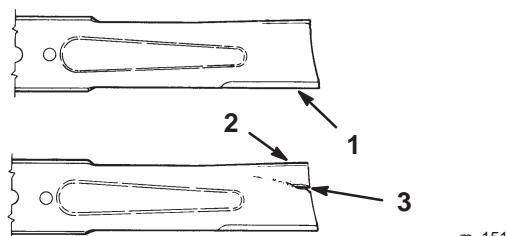

Figure 33
1. Inspectez les tranchants des lames (Fig. 33). Si elles ne sont pas tranchantes ou si elles présentent des indentations, déposez et aiguisez les lames (voir Aiguisage des lames, page 33).
2. Inspectez les lames, surtout la partie incurvée (Fig. 33). Remplacez immédiatement toute lame endommagée, usée ou qui présente une entaille (repère 3 de la Fig. 33).